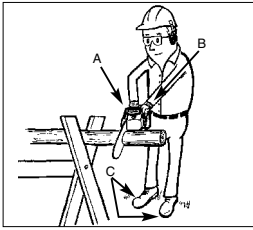

Abb. 17
ZU Ihrer Sicherheit und zum Erleichtern der Sägearbeiten ist die richtige Position für einen vertikalen Längenzuschnitt erforderlich (Abb. 17).
- C. Verteilen Sie Ihr Gewicht auf beide Füße. Abb. 17